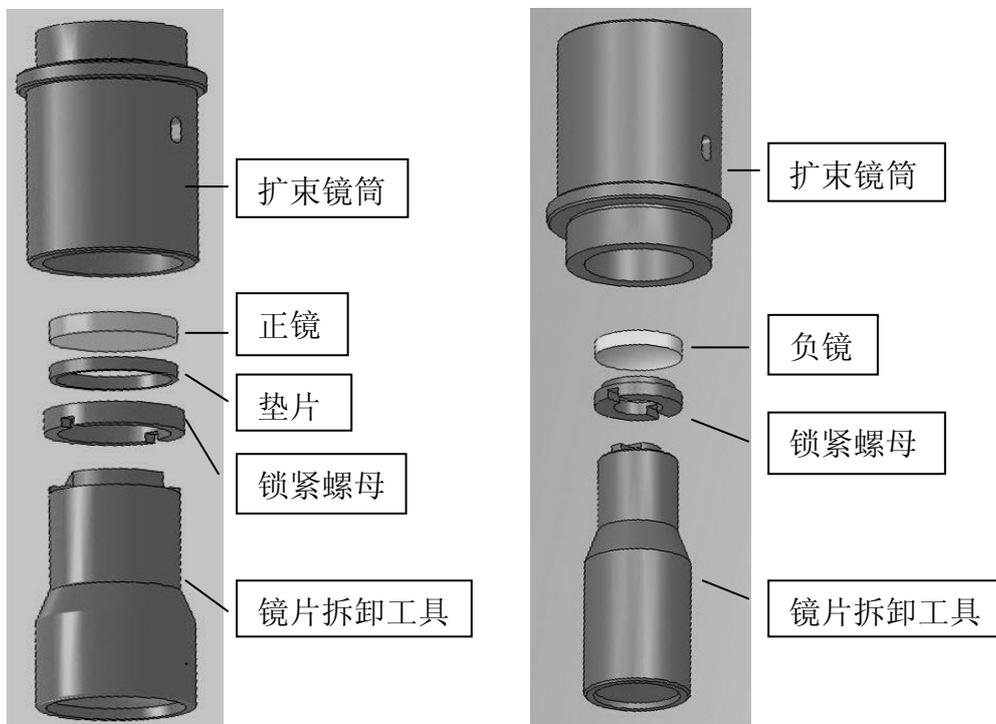

图 19-1
- 1、正镜的安装：将镜片拆卸工具放在平台上，按照“锁紧螺母—垫片—镜片”的顺序，依次放在拆卸工具上，拧回扩束镜筒。如图 19-1。
- 2、负镜的安装：将扩束拆卸工具放在平台上，按照“锁紧螺母—镜片”的顺序，依次放在拆卸工具上，拧回扩束镜筒。如图 19-1。